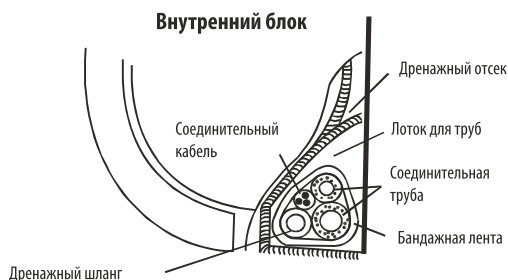

Рис. 11
С помощью ленты плотно скрепите вместе трубопровод, соединительный кабель и дренажную трубу, как показано на рис. 11.
- e. Для совмещения центра панели и центра отверстия отрегулируйте положение панели в направлении, указанном стрелкой (см. рис. 11). Крюки на четырех углах должны быть надежно зафиксированы.